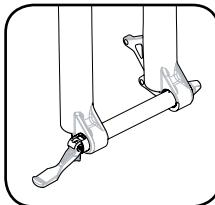

Fig. 2
1. Sistemare la leva Maxle in posizione "Open" (**Fig. 2**). Accertarsi che la leva si inserisca nella scanalatura corrispondente nel perno.